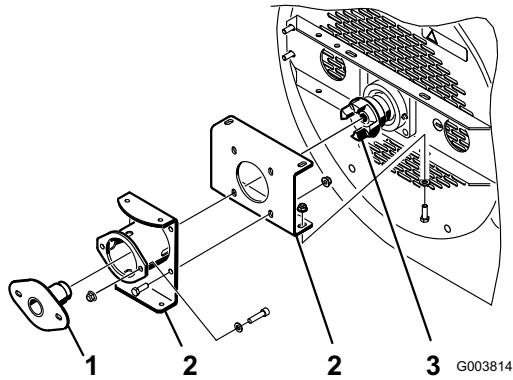
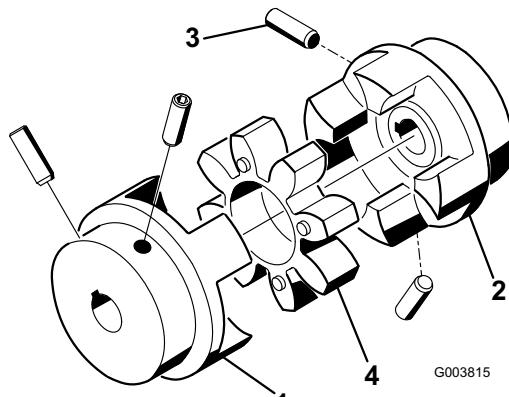

Figura 9
Figura 10
1. Los soportes de montaje deben estar instalados en la carcasa del soplador, con los tornillos de caperuza y las tuercas sin apretar (Figura 9).
2. Introduzca la herramienta de alineación del cojinete a través de los soportes de montaje, hasta el acoplamiento del ventilador (Figura 9). Asegúrese de que la araña de acoplamiento (Figura 10) no está dentro del acoplamiento.
- Los tornillos de fijación que sujetan los acoplamientos del motor y del eje del ventilador (Figura 10) deben apretarse a 6,5–9,3 Nm